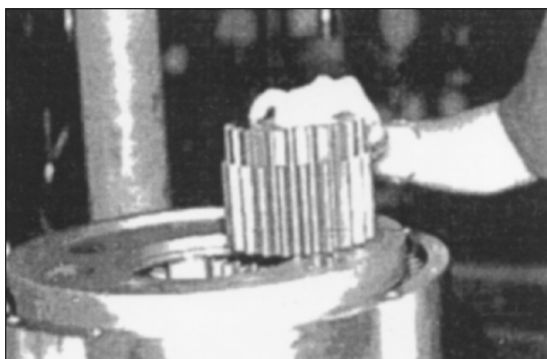

Рис. 105
14. Установите центральное зубчатое колесо третьей передачи. Рис. 105.